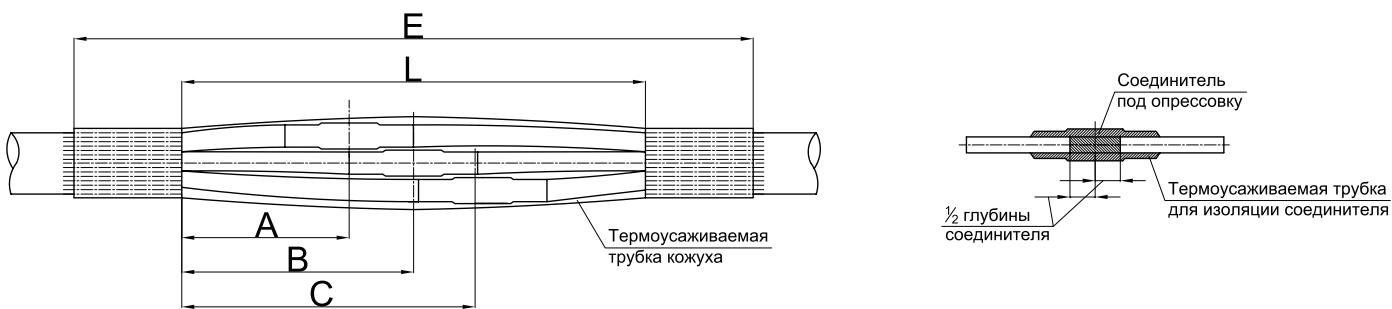

Рис. 1.
1. Разделить кабель по размерам, указанным на рис. 1.
2. Зачистить оболочку кабеля с двух концов абразивной лентой на расстоянии Е, как показано на рис. 1.